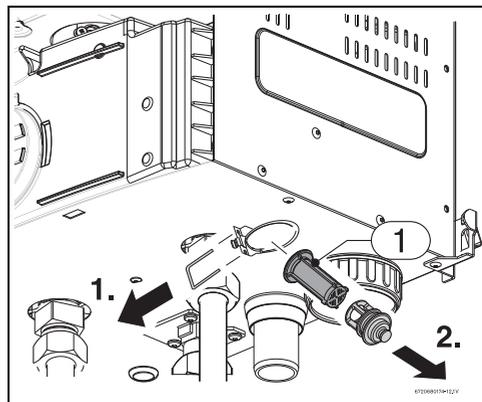

Fig. 49
- ▶ Remplacer le filtre d'eau, consulter la Fig. 49.